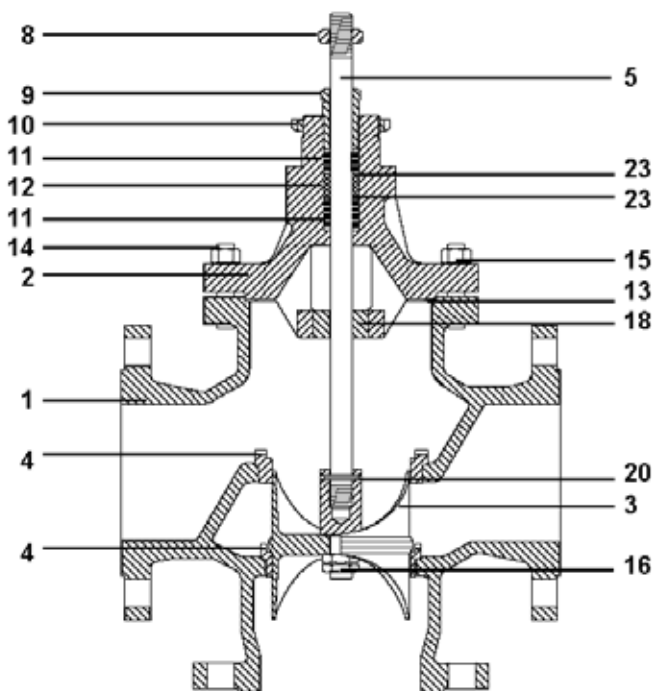

Fig. 1 Vanne de mélange
4.2.1 Procédure pour le remplacement des chevrons en PTFE et des garnitures d'étanchéité en graphite (se référer aux Fig. 1, 2 et 4)
- c) Retirer l'écrou de blocage (8).
- d) Dévisser l'écrou de presse-étoupe (9). Dévisser les écrous de chapeau (15) et retirer ce dernier (2) en prenant soin de ne pas endommager la surface de l'axe.
- e) En utilisant un outil recourbé en métal souple (laiton), retirer la garniture d'étanchéité (11), les rondelles (23) et le ressort (12) du chapeau (2).